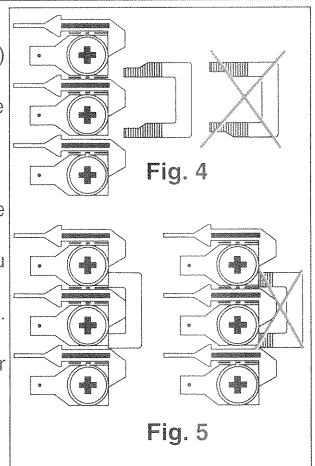

Fig. 5
■ Respectez le sens de montage des barrettes indiqué (fig. 4) et leur positionnement (fig. 5).